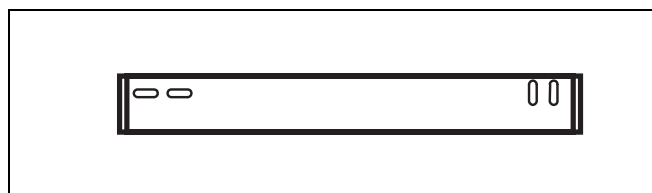

fig. 7 Ophangbeugel
- Breng de ophangbeugel aan op de wand (→ fig. 7).
- Hang het cv-toestel in de ophangbeugel (→ fig. 7).